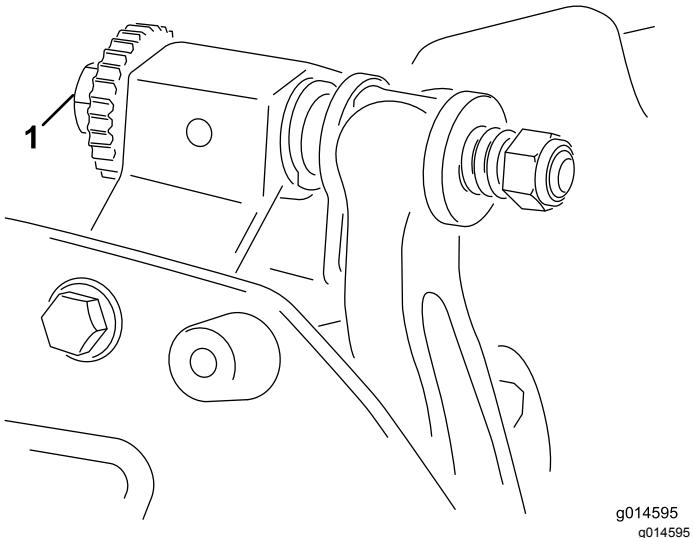

Figura 8
- A. Ruotate le viti di regolazione della barra di appoggio in senso orario (Figura 8), uno scatto alla volta, fino ad avvertire e udire un leggero contatto.
6. Ruotate la vite di regolazione della barra di appoggio destra (Figura 8) fino a quando non